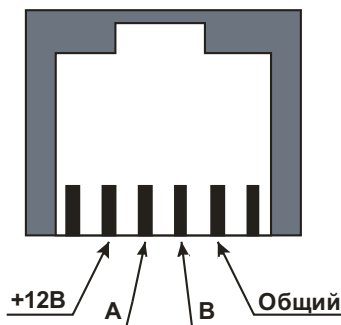

Рис.2. Назначение контактов телефонной вилки 6P4C (RJ14) на выходе адаптера.
2. Назначение контактов телефонной вилки 6P4C (RJ14) на выходе адаптера показано на рис.2.